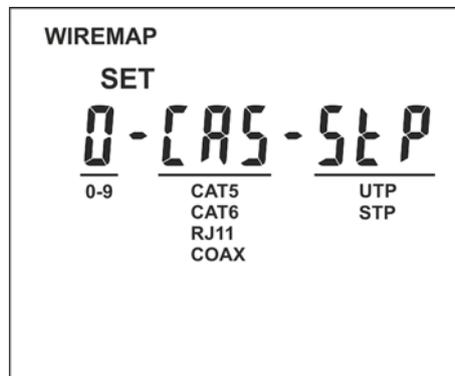

Fig. 5: Configuration type de câble
3. Appuyer sur les boutons fléchés ← ou → jusqu'à l'affichage de la page-écran de Fig. 5 partie gauche